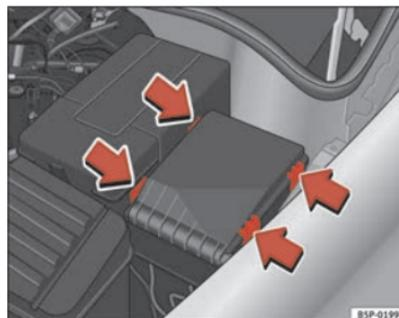

Fig. 176 Tampa da caixa de fusíveis no compartimento do motor
- Retirar a tampa dos fusíveis do compartimento do motor fazendo pressão nas patilhas na direcção do centro da tampa ⇒ página 266, fig. 176.